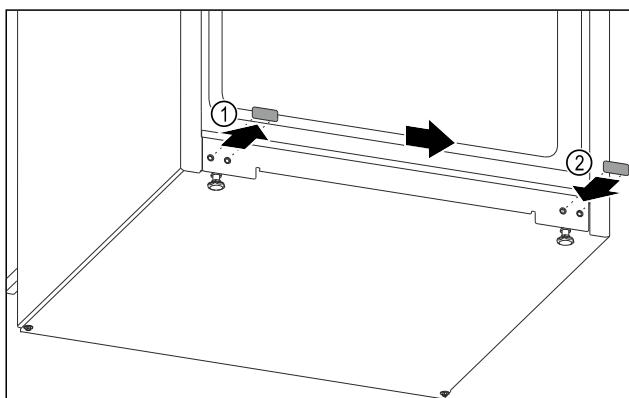

Fig. 10
- Estrarre il coperchio a tappo. Fig. 10 (1)
- Inserire il coperchio a tappo sul lato opposto. Fig. 10 (2)